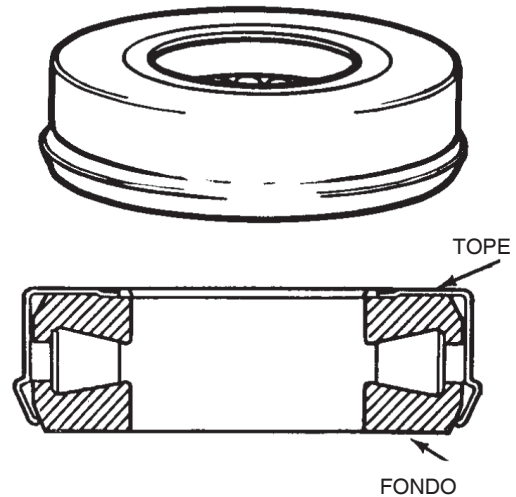

Figura 78
- La superficie con diámetro exterior del sellador debe quedar en el fondo. Figura 78.